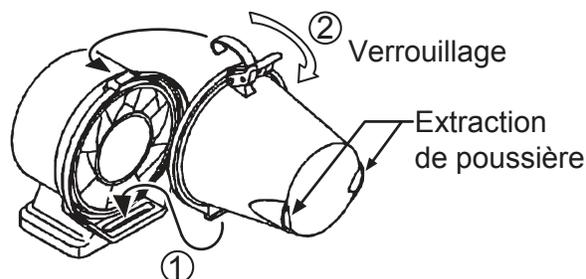

Figure 27. Verrouillage du bac à poussière
- Remettez le bac à poussière sur le filtre à air et fixez-le bien (Figure 27).